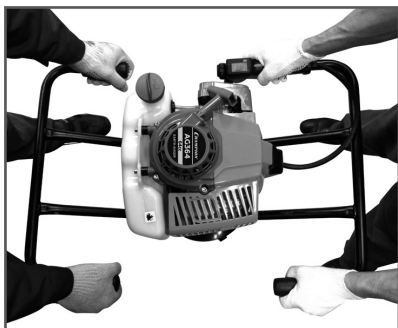

Рис.12 Положение рук при работе вдвоем
8. Бурение скважин диаметром более 150 мм или глубиной более 1 м рекомендуется проводить вдвоем, силами оператора и помощника. Оператор направляет мотобур (Рис.12), удерживая его за ручку с курком газа и раму. Помощник помогает ему и направляет мотобур, удерживая его за другую рукоятку и раму, находясь с противоположной стороны.